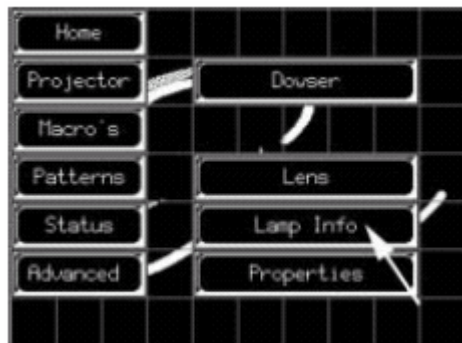

图 11-2 选中灯相关信息
1. 按 “ *Lamp info* ”（灯的相关信息）按钮。（图 11-2）